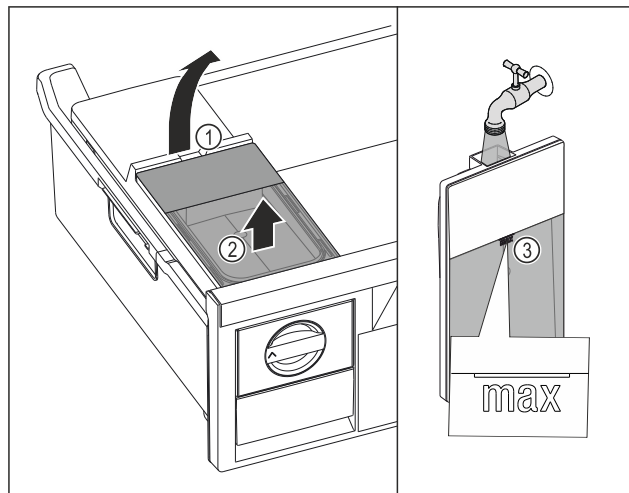

Fig. 153
- Wassertank an der Aussparung Fig. 153 (1) anheben.
- Wassertank nach oben entnehmen. Fig. 153 (2)
- Wassertank bis zur Markierung Fig. 153 (3) mit Trinkwasser befüllen.